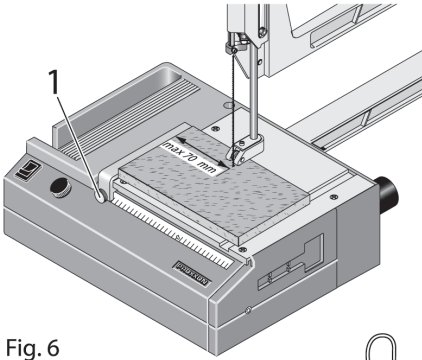

Fig. 6
4. Ao serrar com o topo longitudinal, afrouxe o parafuso de aperto **1** (fig. 6) ajuste o topo e volte a apertar o parafuso de aperto.